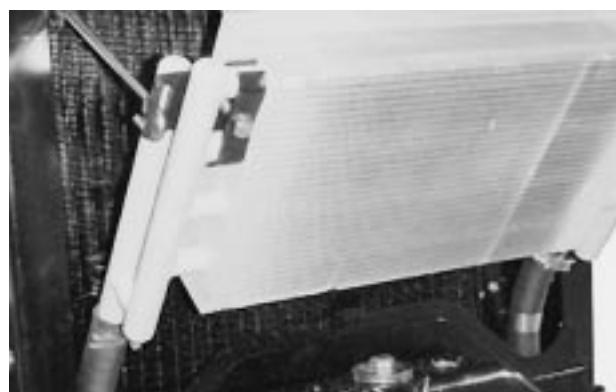

図 48
3. オイル・クーラのノブをゆるめ、クーラーを後ろに傾け（図48）オイル・クーラとラジエターの裏表を水または圧縮空気で丁寧に清掃する。清掃が終了したらオイル・クーラを元に戻しノブを締める。